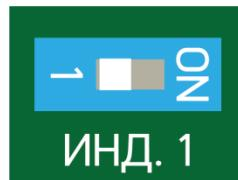

Рисунок 7.26
– по окончании настройки отключить сигнальный светодиод, установив флагок выключателя (поз.3 рисунок 7.1) в левое положение (положение «1») (рисунок 7.26).